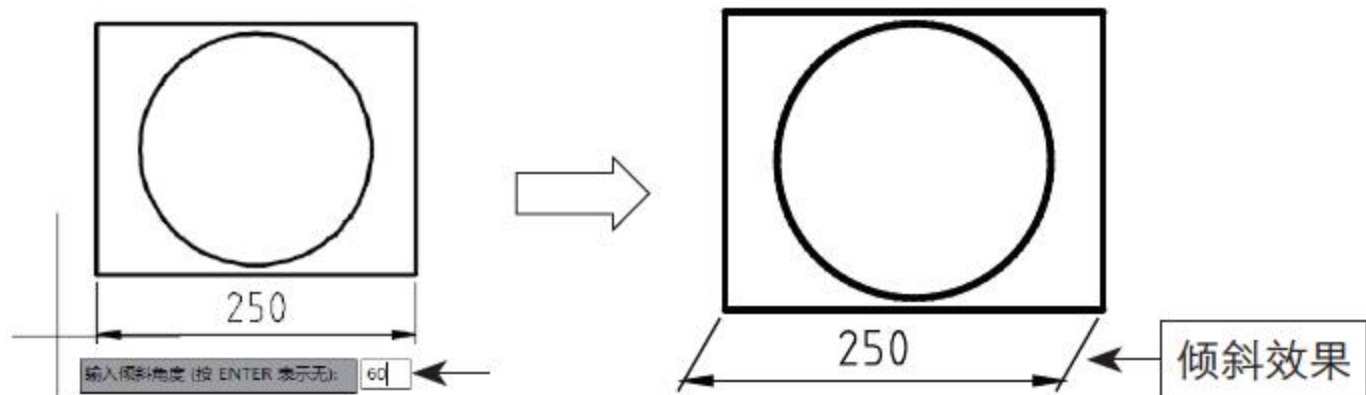

图5-133 调整尺寸界线角度
- 倾斜（O）：用于修改尺寸界线的倾斜度。选择该选项后，命令行会提示选择修改对象，并要求输入倾斜角度。操作过程如图5-133所示。